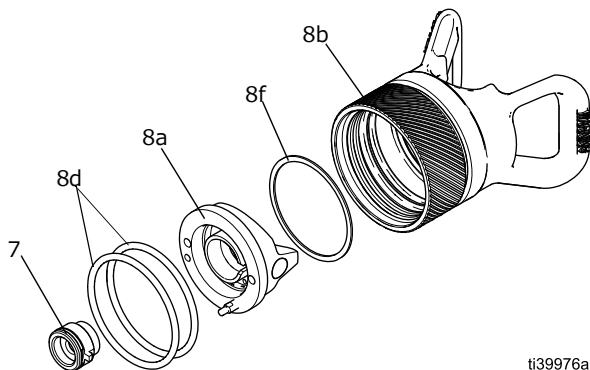

図 45: PerformAA 50 エアキャップアセンブリの部品とスプレーチップ
- 注：**一部のモデルではO リング (8d) が二個あります。図 45 を参照ください。
4. スプレーチップ (7) をエアキャップ (8a) に挿入します。
5. エアキャップアセンブリ (8) をガンに設置します。**スプレーチップとエアキャップセットアップ**、13 ページを参照してください。